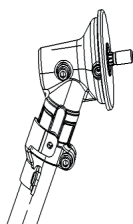

Rys. 2
1. Zdemontować nakrętkę (zgodnie z ruchem wskazówek zegara), pokrywę zabezpieczającą przed zanieczyszczeniami i pokrywę z obudowy przekładni (Rys. 2 i 3).